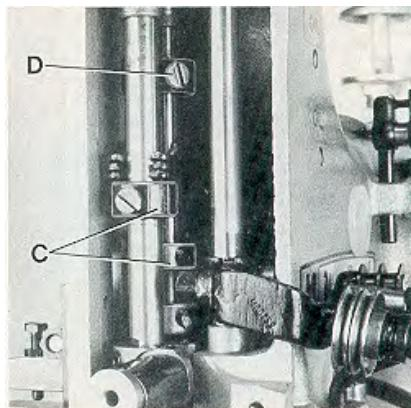

Fig.25
By relocating the collars (C, Fig. 25) which serve as a leaf spring rest on the left and right presser bar, the pressure can be changed. Raising the collars increases the pressure, lowering the collars decreases it. The presser foot lift is limited with the upper stop collar (D, Fig. 25) on the right presser bar. When the needles are in their lowest position and the presser foot is lifted with the presser foot lifter lever, the needle holder should not contact the presser foot. Besides this, the lifted presser foot should not contact the right upper spreader moving upwards. Set the stop collar (D) accordingly.
Durch Verstellen der als Blattfederauflage dienenden Stellringe (C, Fig. 25) auf der linken und rechten Drückerfußstange kann der Druck verändert werden. Verstellen der Stellringe nach oben verstärkt, Verstellen nach unten verringert den Druck. Der Hub des Drückerfußes wird mit dem Anschlag-Stellring (D, Fig. 25) oben auf der rechten Drückerfußstange begrenzt. Wenn die Nadeln in der untersten Stellung sind und der Drückerfuß mit dem Drückerfuß-Lifterhebel angehoben wird, darf der Nadelhalter den Drückerfuß nicht berühren. Zudem darf der geliftete Drückerfuß den nach oben gehenden rechten oberen Blindgreifer nicht berühren. Stellen Sie den Anschlag-Stellring (D) entsprechend ein.